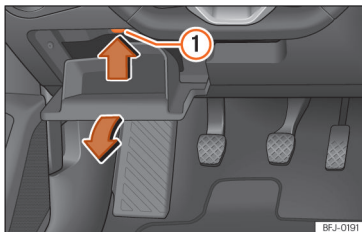

Abb. 228 Auf der Fahrerseite in der Instrumententafel: Abdeckung des Sicherungskastens.
»» [Abb. 228].
- Rastnase »» [Abb. 228] ① in Pfeilrichtung nach oben drücken und gleichzeitig Ablagefach weiter öffnen, bis der Sicherungshalter zugänglich ist.